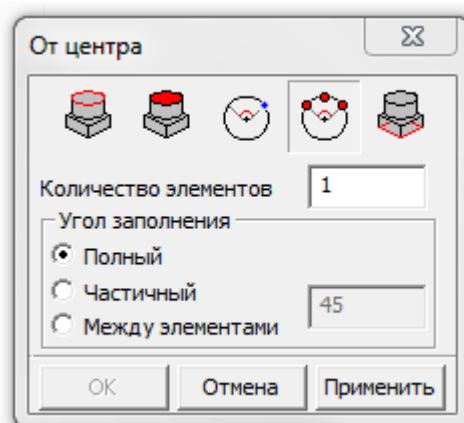

Рисунок 3-16
**Количество элементов и угол заполнения** - Рисунок 3-16.